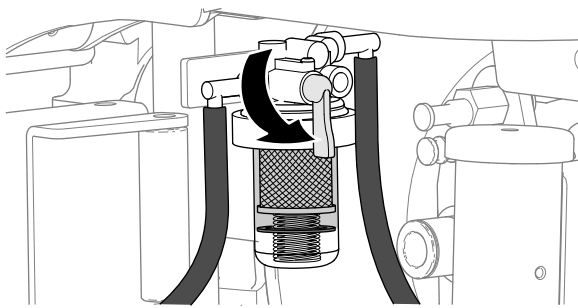

Bild 70
2. Drehen Sie den Kraftstoffhahn für den Kraftstoff/Wasserabscheider in die GESCHLOSSENE Stellung (Bild 70).